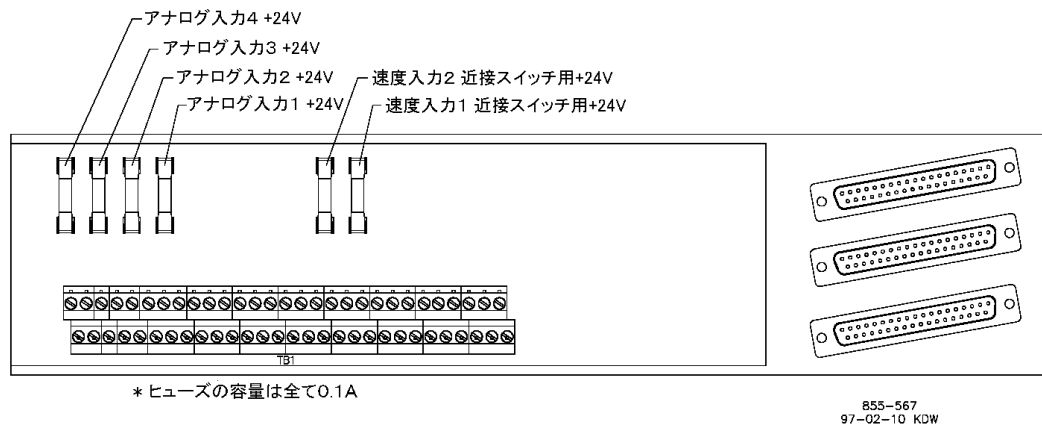

図 5-1. アナログ・ターミネーション・モジュール(ATM)のヒューズの配置図
4. どのヒューズが飛んだかを調べ、飛んでいるヒューズを同じタイプで同じ容量のもの(24Vdc/0.1A)と取り換えます。(ヒューズの位置に付いては、図 5-1 を参照の事。)